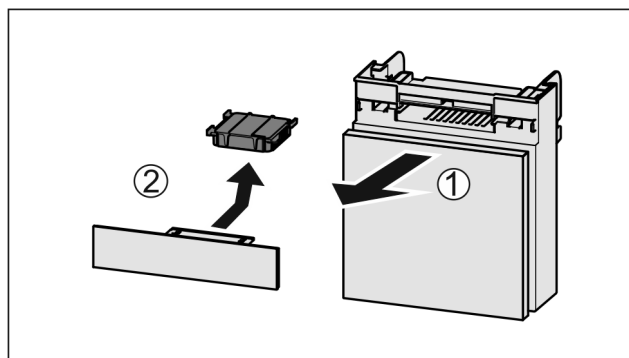

Fig. 207
- Потягніть Fig. 207 (1) відділення вперед.
- Витягнути Fig. 207 (2) фільтр з активованого вугілля.